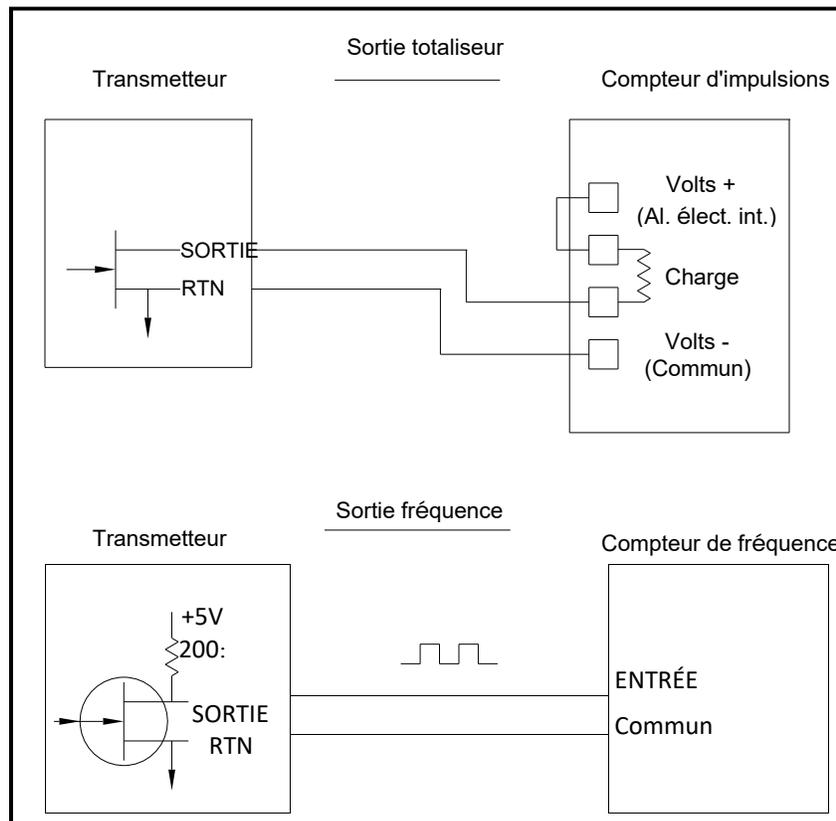
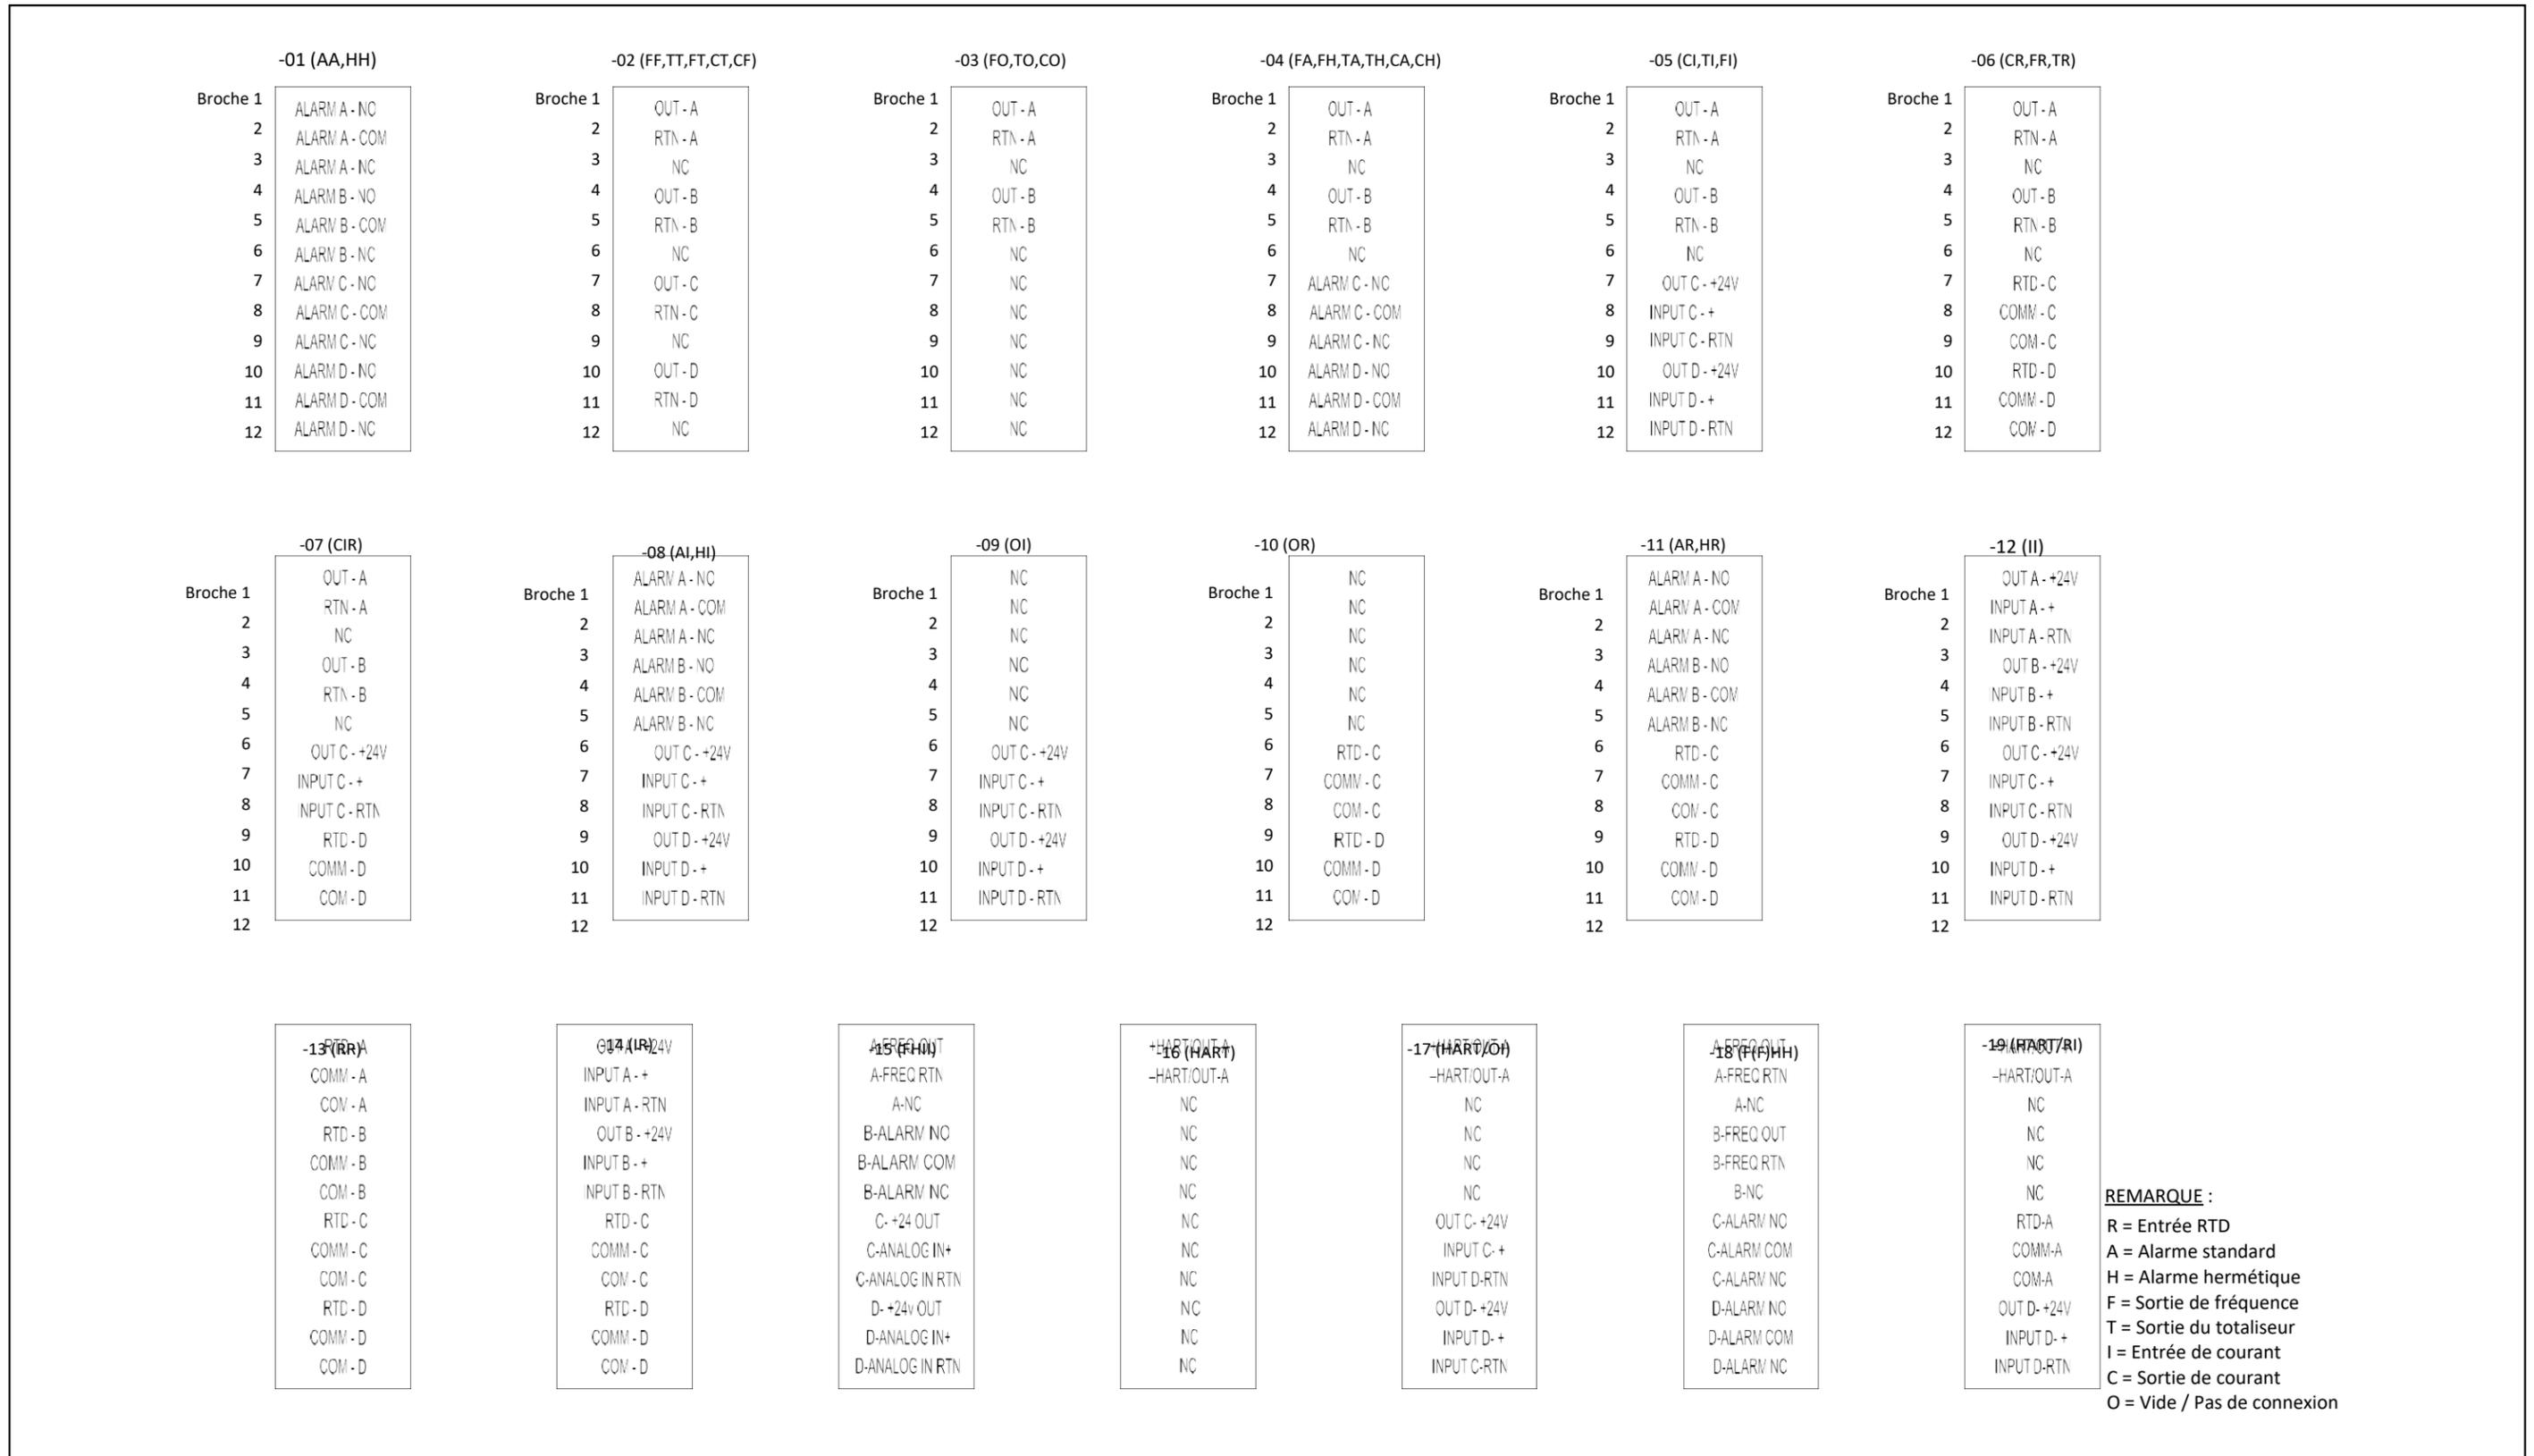

Figure 2 : Câblage de sorties de fréquence/totaliseur
Figure 4 : Connexions I/O de cartes
**IMPORTANT :** Le calibrage des **Entrées B, C ou D** est identique au calibrage de l'**Entrée A**. Cependant, assurez-vous de reconnecter la source de courant sur le bornier **J2**. Se référer à la Figure 4 à la page 12 pour les bons numéros de broches.
**IMPORTANT :** La procédure de calibrage de toutes les entrées est la même. Cependant, lors du calibrage d'une entrée différente, veillez à reconnecter la source de courant au bornier **J2**. Voir la Figure 4 à la page 12 pour les bons numéros de broches.
Préparez la procédure de calibrage en connectant le transmetteur de température RTD à l'entrée souhaitée (A, B, C ou D) sur la carte d'option. Voir Figure 4 à la page 12 pour identifier les broches RTD (+) et **COM (-)** pour l'entrée souhaitée sur le bornier J2.
**IMPORTANT :** Lors du calibrage des autres entrées, veillez à reconnecter la source de courant au bornier **J2**. Voir la Figure 4 à la page 12 pour les broches correctes.
Préparez la procédure de test en connectant un ohmmètre aux broches NO et **COM** de l'alarme souhaitée sur la carte d'option. Se référer à Figure 4 à la page 12 pour identifier les broches **NO**, **NC** et **COM** pour l'alarme souhaitée sur le bornier J2.
**IMPORTANT** : La procédure de test de toutes les alarmes est la même. Cependant, lorsque vous testez une sortie différente, assurez-vous de reconnecter l'ohmmètre au bornier J2. Voir la Figure 4 à la page 12 pour les bons numéros de broches.
Préparez la procédure de test en connectant un compteur d'impulsions à la sortie souhaitée de la carte d'option. Voir la Figure 2 pour le câblage de sortie du totaliseur, et la Figure 4 à la page 12 pour identifier les broches **SORTIE (+)** et **RTN (-)** pour la **Sortie A** sur le bornier J2.
**IMPORTANT :** La procédure de test de toutes les sorties est la même. Cependant, lorsque vous testez une autre sortie, assurez-vous de reconnecter le compteur d'impulsions au bornier J2. Voir la Figure 4 à la page 12 pour les broches correctes.
Préparez la procédure de test en connectant un compteur de fréquence à la sortie souhaitée sur la carte d'option. Voir la Figure 2 à la page 8 pour le câblage de sortie de fréquence, et la Figure 4 à la page 12 pour identifier les broches **SORTIE (+)** et **RTN (-)** pour la sortie souhaitée sur le bornier J2.
**IMPORTANT :** La procédure de test de toutes les sorties est la même. Cependant, lorsque vous testez une autre sortie, assurez-vous de reconnecter le compteur de fréquence au bornier J2. Voir la Figure 4 à la page 12 pour les broches correctes.